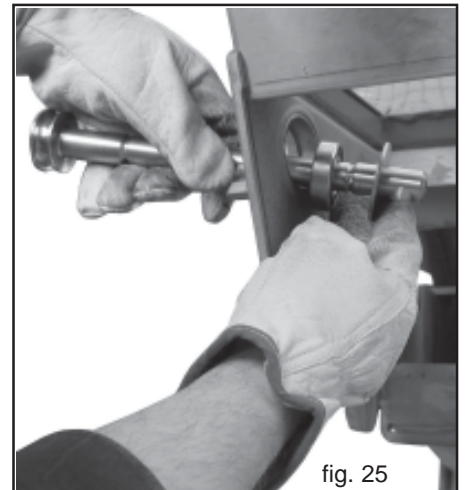

fig. 25
- 4) Incliner légèrement l'arbre et en poussant vers l'intérieur, retirer de son logement le palier et le disque de protection (Fig. 25). Effectuer les mêmes opérations sur l'autre côté.